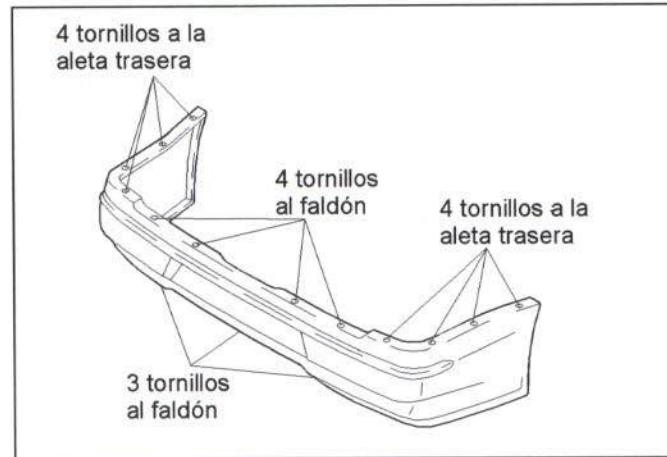

Figura 45.- Unión del paragolpes trasero
En la figura 45 se muestra la unión del paragolpes trasero a la carrocería.
- Paragolpes trasero (figura 45).